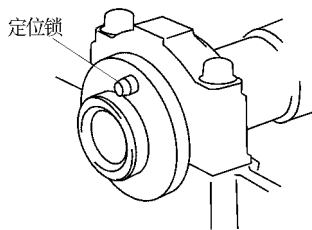

图 1-64 转动凸轮轴使
3) 转动凸轮轴使定位销位于上面, 如图 1-64 所示。
(4) 安装冷却液出口。用 3 个螺栓安装冷却液出口和新的垫片。